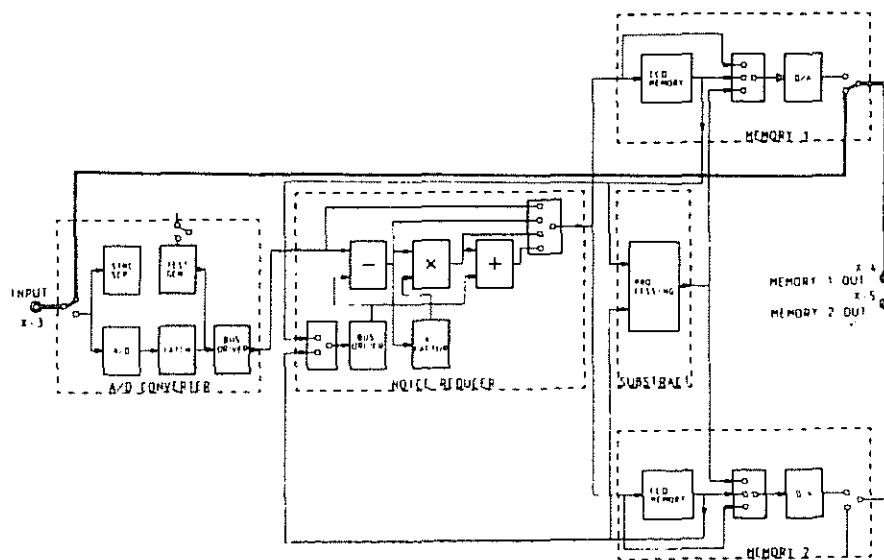

Figure 4.1 : Analog bypass.
## (2) Analog bypass (fig. 4.1.).